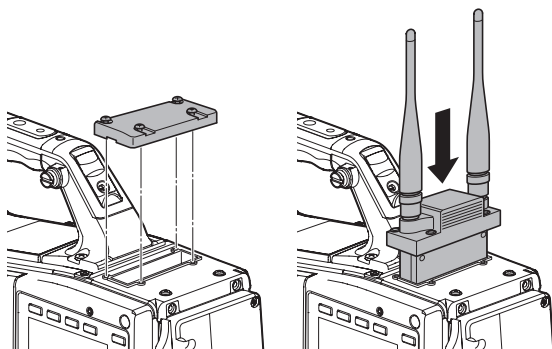

図 1
- 1 ふたを取り外してワイヤレスマイクレシーバーを挿入し、ねじ止めする。(図 1)